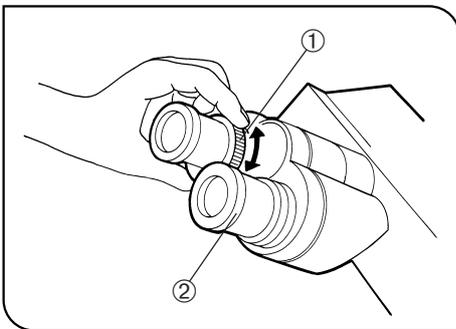

Fig. 12
2 Réglage dioptrique (Figures 12 & 13)
2. En regardant à travers l'oculaire doté de sa bague de réglage dioptrique ①, tourner la bague de réglage dioptrique pour procéder à la mise au point sur la préparation. (Fig. 12)
1. En regardant à travers l'oculaire droit avec l'oeil droit, faire tourner la bague de réglage dioptrique ② située dans la partie supérieure de l'oculaire jusqu'à ce qu'un réticule double clairement défini apparaisse dans le champ d'observation. (Figures 12 & 13)
3. En regardant à travers l'oculaire gauche avec l'oeil gauche, procéder à la mise au point sur la préparation en actionnant la bague de réglage dioptrique ①.